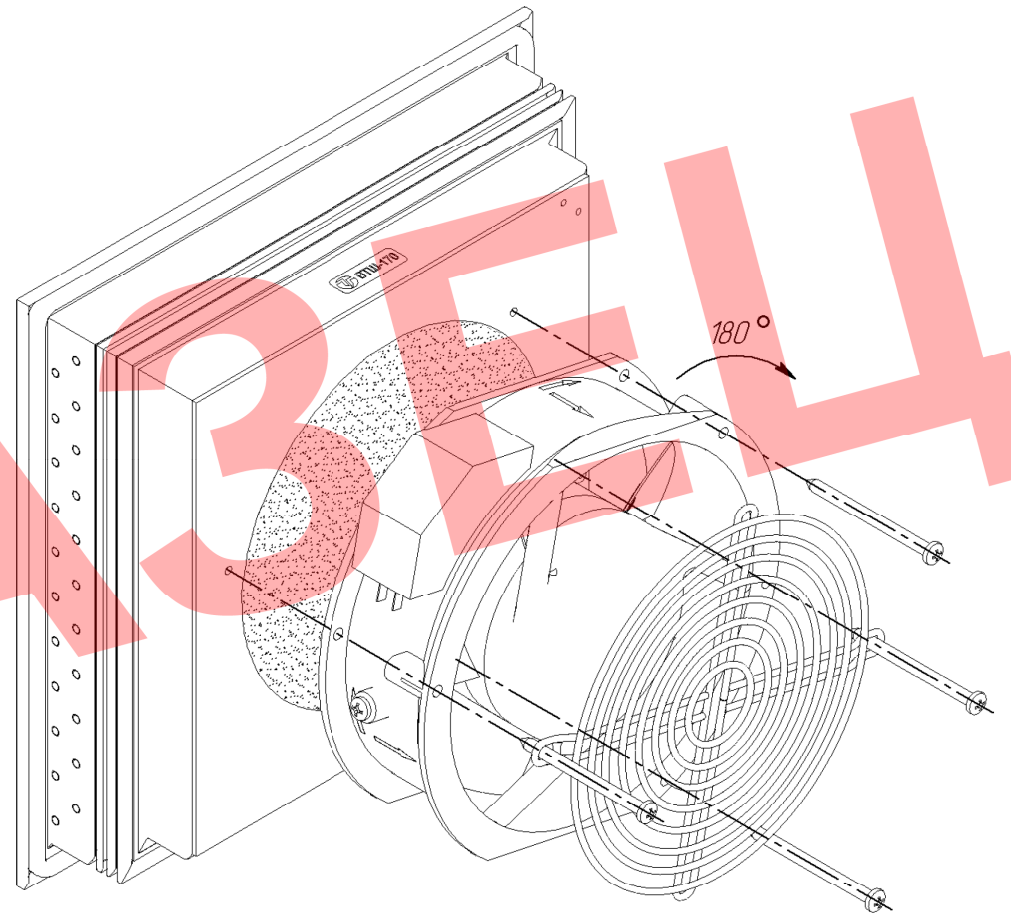

Рис.4 Изменение направления потока
1. Выкрутить 4 крепежных самореза и снять защитную сетку вентилятора (рис.4).